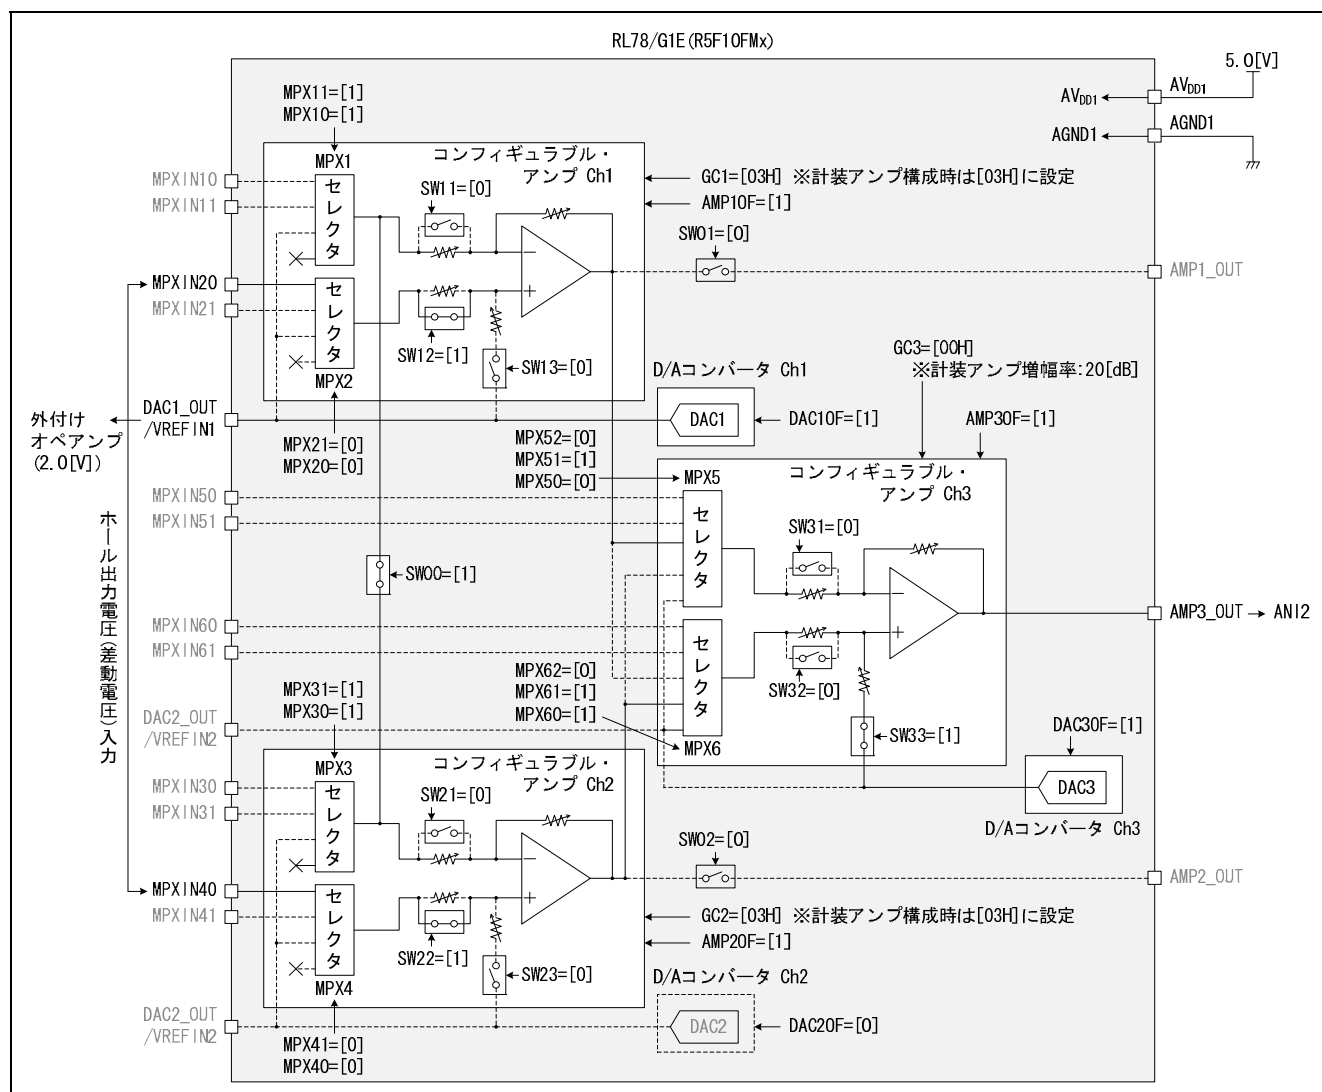

図 6.2 コンフィギュラブル・アンプ (計装アンプ構成) のブロック図
- コンフィギュラブル・アンプを計装アンプ構成として使用する場合はブロック図を図 6.2に示します。